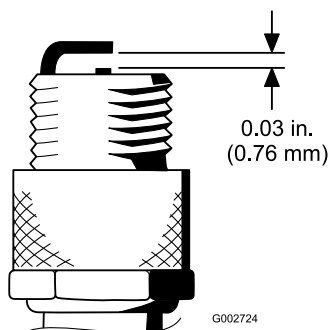

Figure 27
4. Réglez l'écartement entre les électrodes centrale et latérale à 0,76 mm ; voir Figure 27. Montez la bougie avec l'écartement correct et un joint d'étanchéité, et serrez-la à 23 N·m. À défaut de clé dynamométrique, serrez fermement la bougie.